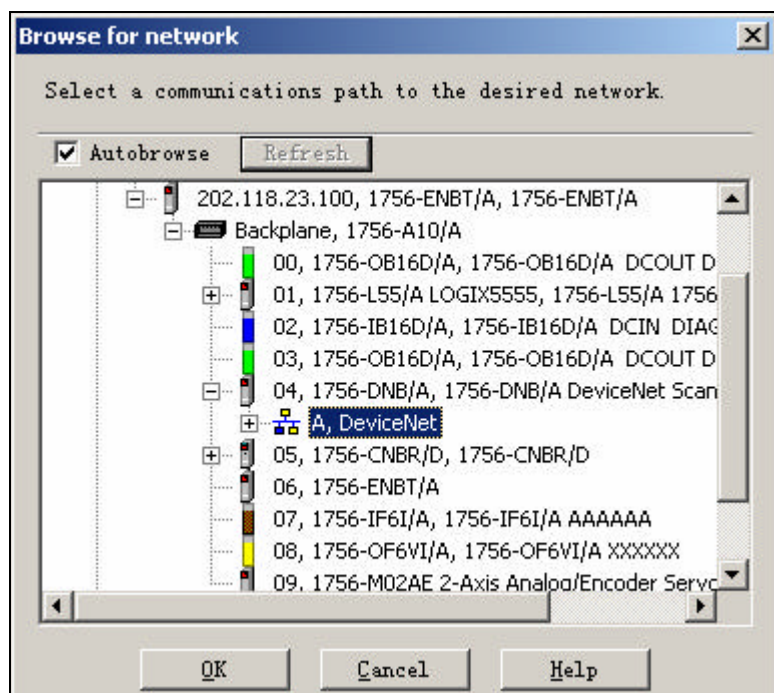

图 5-10 连接到网络
(8) 单击  图标，展开刚才添加的 Ethernet/IP 驱动，如图 5-10 所示。
(9) 单击 *Start→Programme→Rockwell Software →RSNetWorx→NetWorx for DeviceNet*，打开 RSNetworx for DeviceNet 软件。点击工具栏上的  图标，显示“Browse for network”对话框，选择 DeviceNet，点击 OK，如图 5-10 所示。